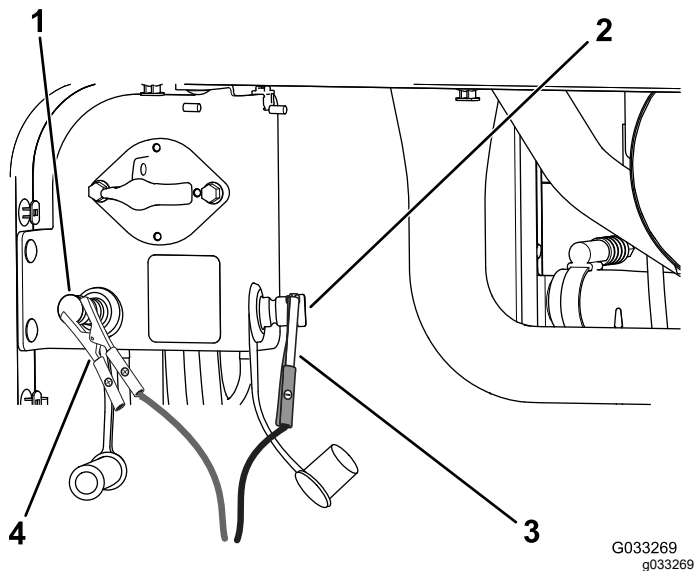

Figure 111
4. Branchez le câble de démarrage positif (+) à la borne positive de la batterie déchargée (Figure 111).
5. Branchez le câble de démarrage négatif (-) à la borne négative de la batterie déchargée (Figure 111).
7. Lorsque le moteur démarre, demandez à l'autre personne de débrancher le câble de démarrage négatif (-) du de la borne négative de la batterie déchargée, puis de débrancher le câble de démarrage positif (+) (Figure 111).